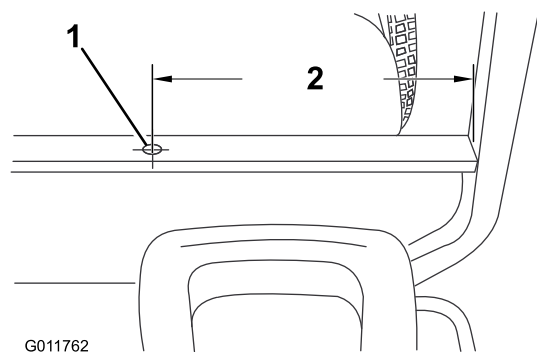

Figura 27
**Nota:** Se não existir um orifício deverá fazer-se um. Faça um orifício de 0,5 cm na parte de cima da cobertura na linha central a cerca de 50 cm da extremidade do lado do operador (Figura 27).